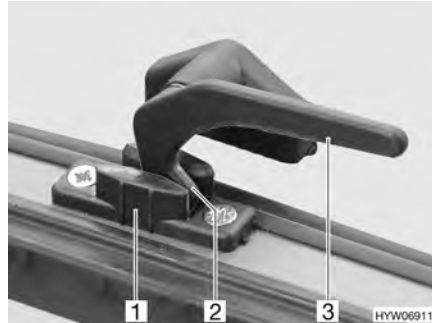

Fig. 54 Palanca de bloqueo en la posición de "ventilación continua"
- En la posición "ventilación continua" (Fig. 54)
- Girar la palanca de bloqueo (Fig. 54,3) un cuarto de vuelta hacia la mitad de la ventana.
- Girar de nuevo hacia atrás la palanca de bloqueo. El saliente de bloqueo (Fig. 54,2) se ha de introducir para ello en el rebaje del bloqueo de la ventana (Fig. 54,1).